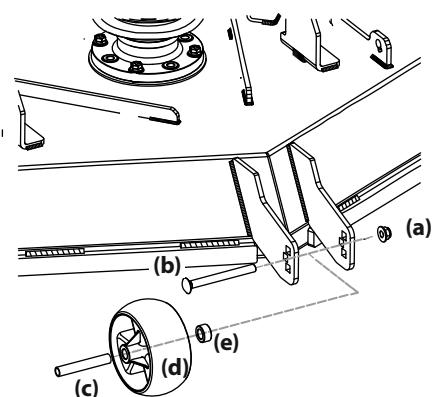

Figure 12
- Retirez l'écrou autobloquant (a) qui sert à retenir la roue antidégazonnement avant (b) au plateau de coupe. Enlevez la vis à épaulement (b), l'entretoise (c) et la bague (e) pour retirer la roue (d). Voir Figure 12.
1. Retirez le protecteur en plastique, le cas échéant, de la borne positive. Connectez le raccord rouge à la borne positive (+) avec un boulon et un écrou. Voir Figure 12.